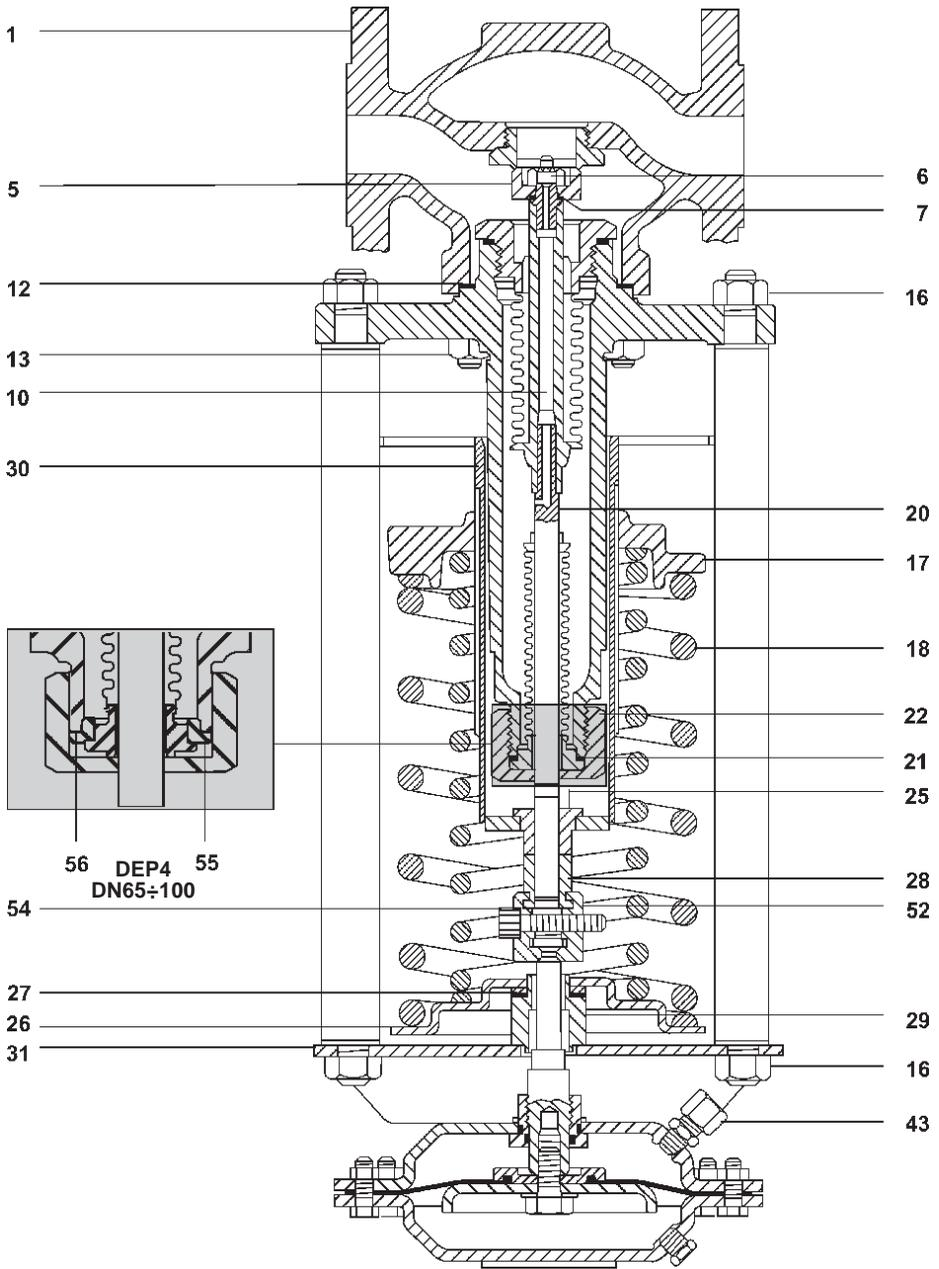

Fig.10 DN25÷50
4.4.2 Come sostituire la/le molla/e di regolazione (Fig. 10).
- Ruotare il piattello spingimolla (17) per scaricare completamente la/le molla/e (18).
- Staccare la tubazione del segnale di pressione a monte dall'apposito attacco (43) e separare l'attuatore dalla valvola come indicato nel paragrafo 4.4.1.
- Svitare i dadi delle colonne di sostegno (16) e togliere la staffa di montaggio (31) il portacuscinetto (29), il cuscinetto a rulli (27), il piattello di supporto molla (26) e la/le molla/e di regolazione (18).
4.4.3 Come sostituire il gruppo soffiETTO di tenuta (Fig. 10).